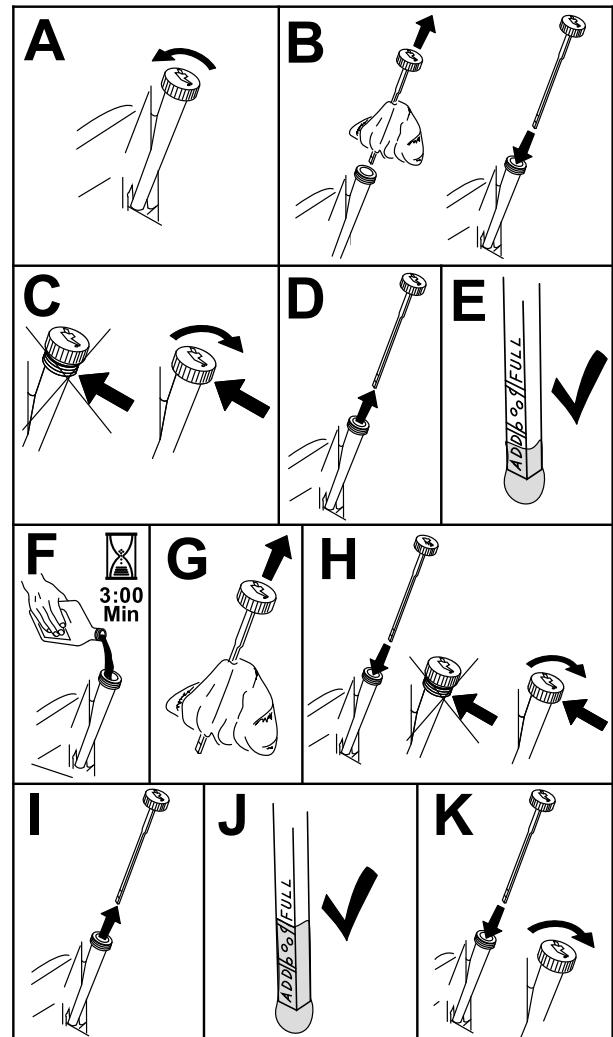

Figura 39
3. Para que no entre suciedad, recortes de hierba, etc., en el motor, límpie la zona alrededor del tapón de llenado/varilla de aceite antes de retirarlo (Figura 39).